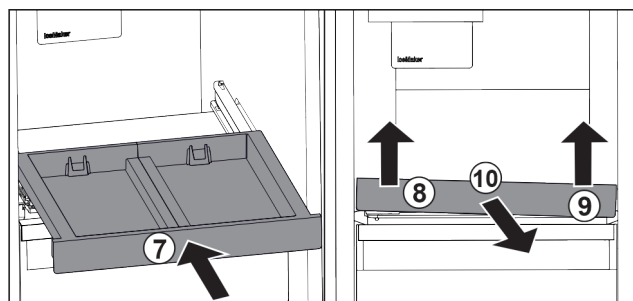

Fig. 102
- ▶ Zasuňte vyťahovaciu poličku. Fig. 102 (7)
- ▶ Nadvihnite vyťahovaciu poličku vpredu vľavo. Fig. 102 (8)
- ▶ Nadvihnite vyťahovaciu poličku vpredu vpravo. Fig. 102 (9)
- ▶ Odoberte vyťahovaciu poličku dopredu. Fig. 102 (10)